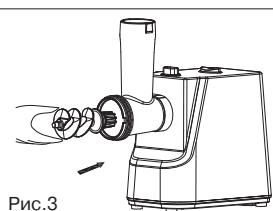

Рис.3
- Вставьте шnek (8) в корпус головки мясорубки (3) (рис. 3).